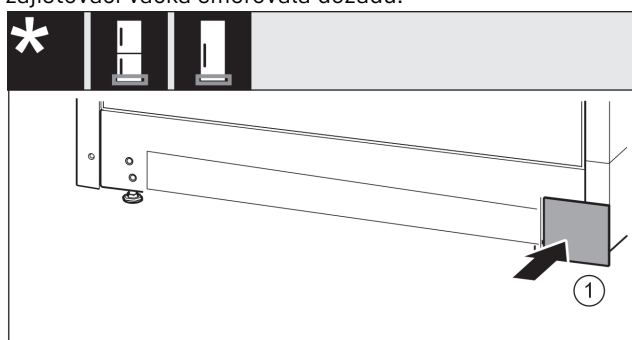

Fig. 23
- Kryt Fig. 23 (1) opět nasadte na druhé straně.